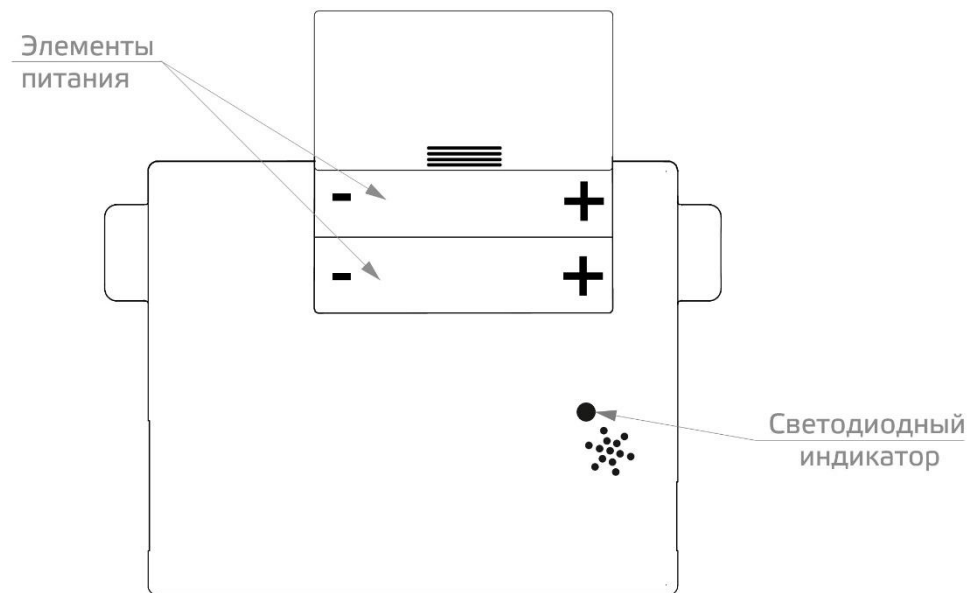

Рис. 2. Схема установки элементов питания и расположение светодиодного индикатора.
4.3. Внутри корпуса УСП-БОС размещена плата управления, отсек для установки элементов питания, разъем для подключения исполнительного устройства (электровоспламенителя модуля пожаротушения), разъемы для подключения линии связи и светодиодный индикатор. Установка элементов питания и расположение светодиодного индикатора показаны на рис. 2.
5.2 Установить элементы питания, соблюдая полярность (см. рисунок 2).